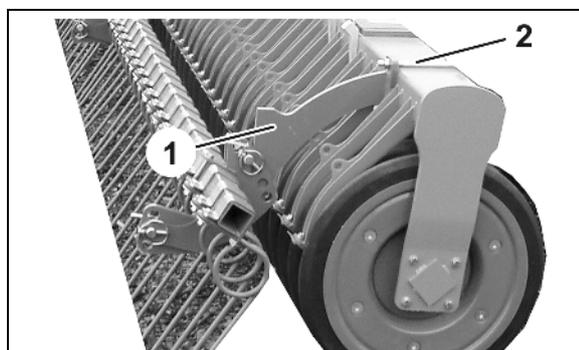

Fig. 16
- o Soltar o estribo de fixação (Fig. 16/2) à esquerda e à direita e retirar a raspadeira com suporte (Fig. 16/1).